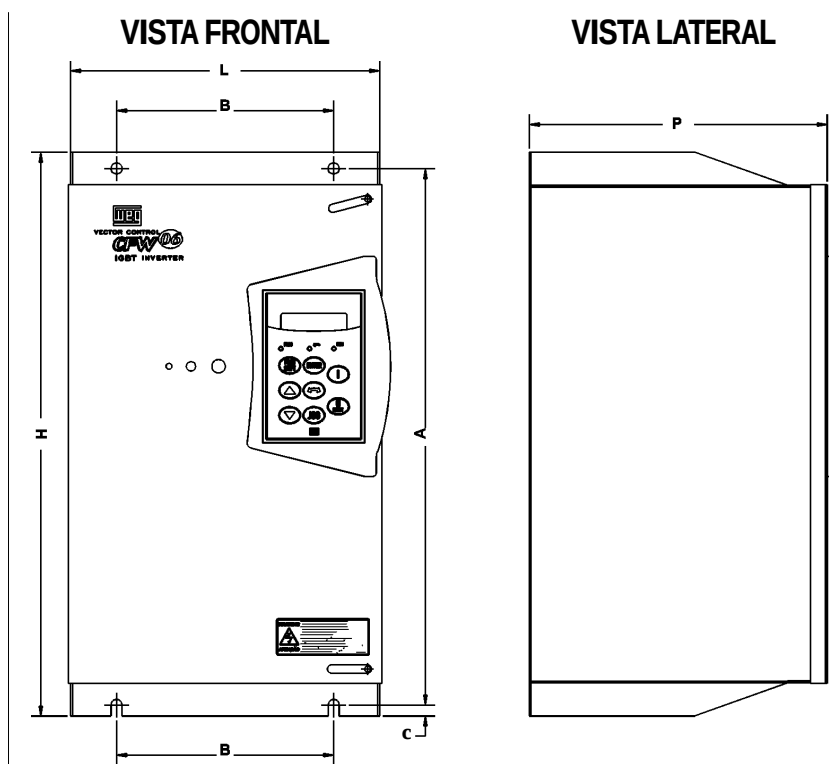

Figura 3.2 - Dimensional para CFW-06 em gabinete
- ☑ Dimensões externas, furos para fixação etc, ver figura 3.2.